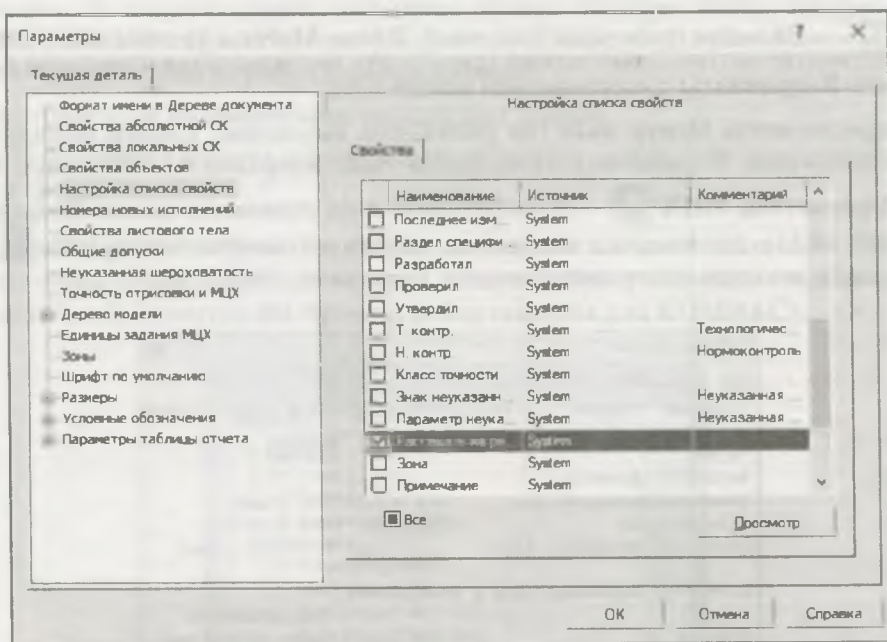
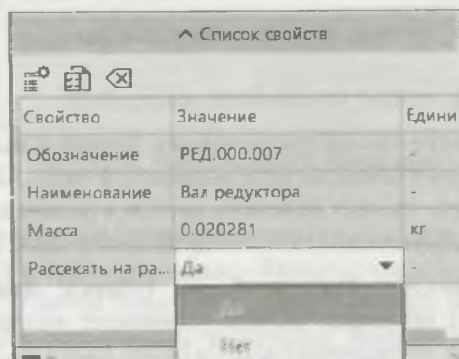

Рис. 23.14. Панель Параметри: Свойства
Рис. 23.15. Секция Список свойств
- ♦ в секции **Список свойств** раскрыт список свойств данной модели. Для добавления в список других свойств нажмите на кнопку  — **Настройка списка свойств**. На экране появится диалоговое окно **Параметры** (рис. 23.14) со списком свойств модели. Можно добавить любое свойство модели на вкладке **Свойства**, поставив "птичку" в окне перед свойством. Но нас интересует свойство **Рассекать на разрезах**. На вкладке **Свойства** с помощью движка найдите и поставьте "птичку" перед свойством **Рассекать на разрезах**. Для ввода данного свойства нажмите кнопку **ОК** в диалоговом окне. В списке свойств появилась свойство **Рассекать на разрезах**. Нажмите кнопку в графе **Значения** и выберите опцию **НЕТ** (рис. 23.15) — в заголовке секции появился значок . Это означает, что отключено рассечение модели на разрезах и сечениях. Впоследствии этот признак можно изменить для любого вида чертежа. Данное свойство рекомендуется применять для валов, осей и т. п.